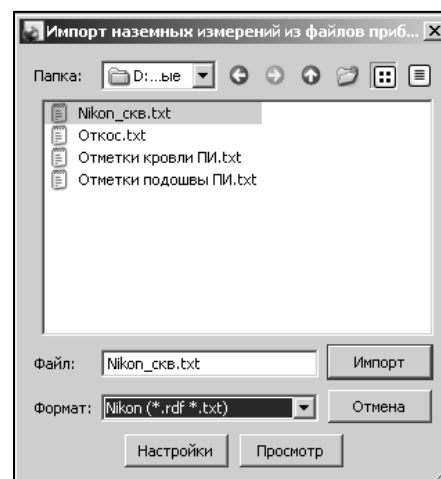

Рис. 1.11
2. Активизируйте команду **Файл/Импорт/Из файла...** и в окне **Импорт файлов приборов** (рис. 1.11) в выпадающем списке **Формат** укажите тип файла **Nikon** (*.rdf *.txt).